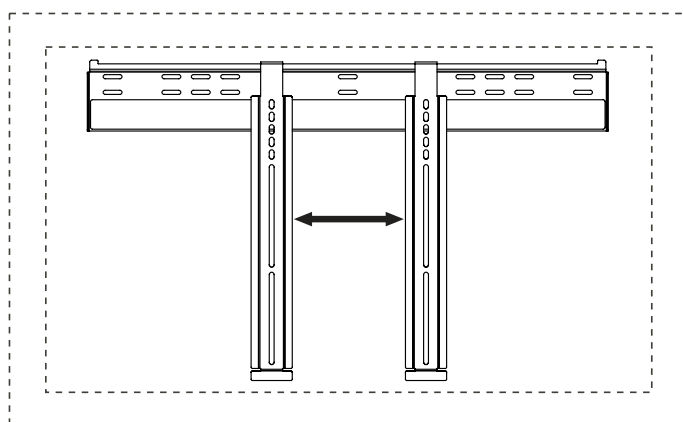

fig. 3.2
3 Guidez les crochets des supports adaptateurs (B) dans la bride de la plaque murale (A). Puis faites pivoter lentement l'écran vers le mur comme illustré à la fig. 3.1. Appuyez délicatement sur l'écran pour vous assurer que les bandes velcro sont bien en place, comme illustré dans le dessin de détail 1. L'écran peut être réglé horizontalement si désiré comme illustré à la fig. 3.2.